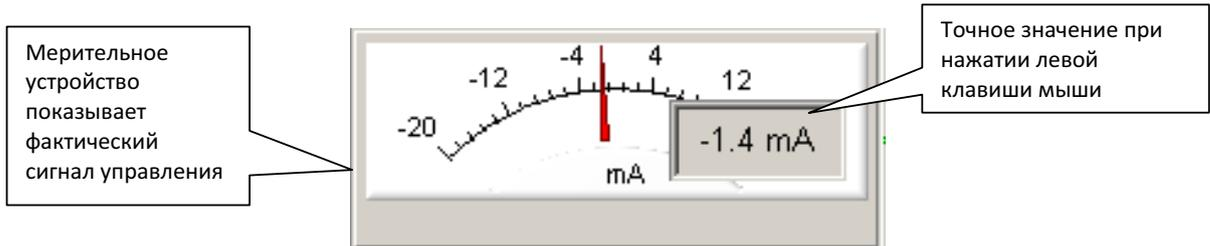

Рис. 28. Показание точного значения.
1. *Точное значение.* Позволяет счесть точное значение с любого аналогового устройства (см. Рис. 21, Рис. 22, Рис. 24, Рис. 25) системы. Для этого наведите курсор на устройство и нажмите левую клавишу мыши. Откроется окно с точным значением (см. Рис. 28 в качестве примера).